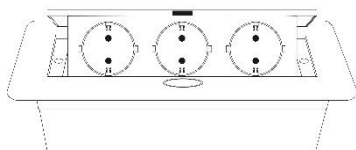

Рис. 1
- Блоки розеток AM-G3EU-XX (рис.1) имеют 3 электрические розетки с заземлением.